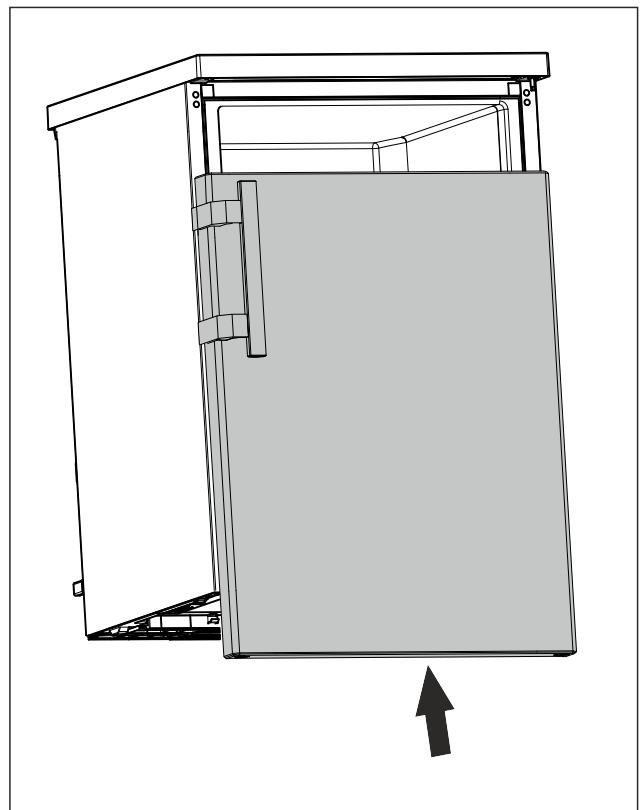

Fig. 24
- ▶ Pomičite zatvorena vrata do gornjeg svornjaka. (pogledajte Fig. 24)